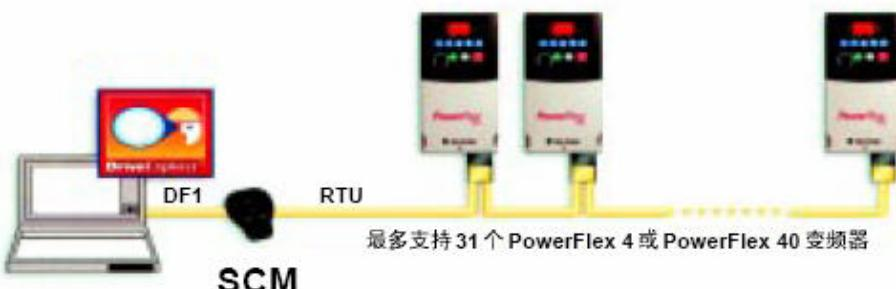

图 3-120 PC 机监控 PowerFlex4
- PC 机使用 DriveExplorer 或 DriveExecutive 软件进行控制和监视，如图 3-120 所示。